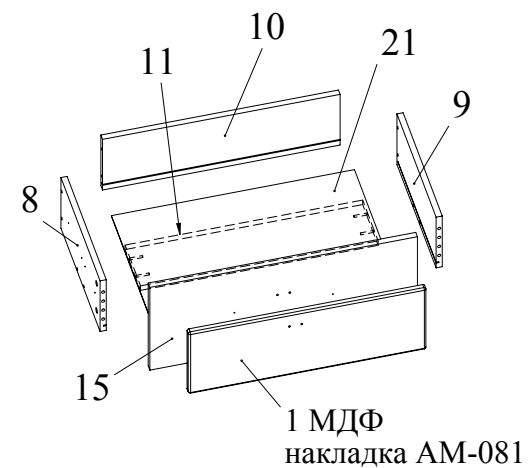

Рис.10
- Скрепить конфирматами 7x50 боковины 8, 9 и задник ящика 10. Скрепить при помощи конфирматов 7x50 распорную планку 11 между боковинами 8, 9. Вставить в паз дна ящика 21 из ДВП. Установить фасад ящика 15 и зафиксировать, повернув конфирматным ключом головки минификсов по часовой стрелке до упора (Рис. 10).